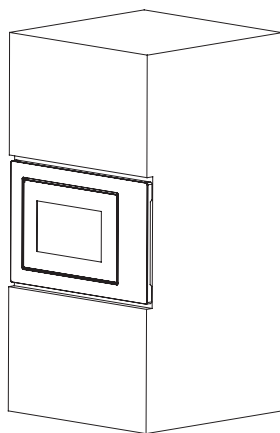

Fig.2
b) Empurre o micro-ondas até encostar. (Fig.2)